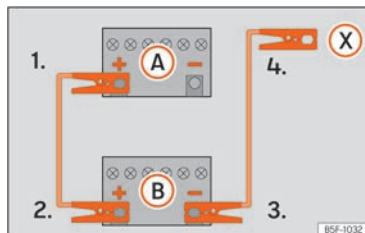

Fig. 43 Schéma de branchement pour les véhicules non équipés du système Start-Stop.
véhicule dont la batterie est déchargée (A) » » fig. 43.
3. Raccordez l'autre extrémité du câble de démarrage rouge à la borne positive (+) du véhicule fournissant le courant (B).
- 4a. Sur les véhicules sans système Start-Stop : raccordez une extrémité du câble d'urgence noir à la borne négative (-) du véhicule fournissant le courant (B) » » fig. 43.